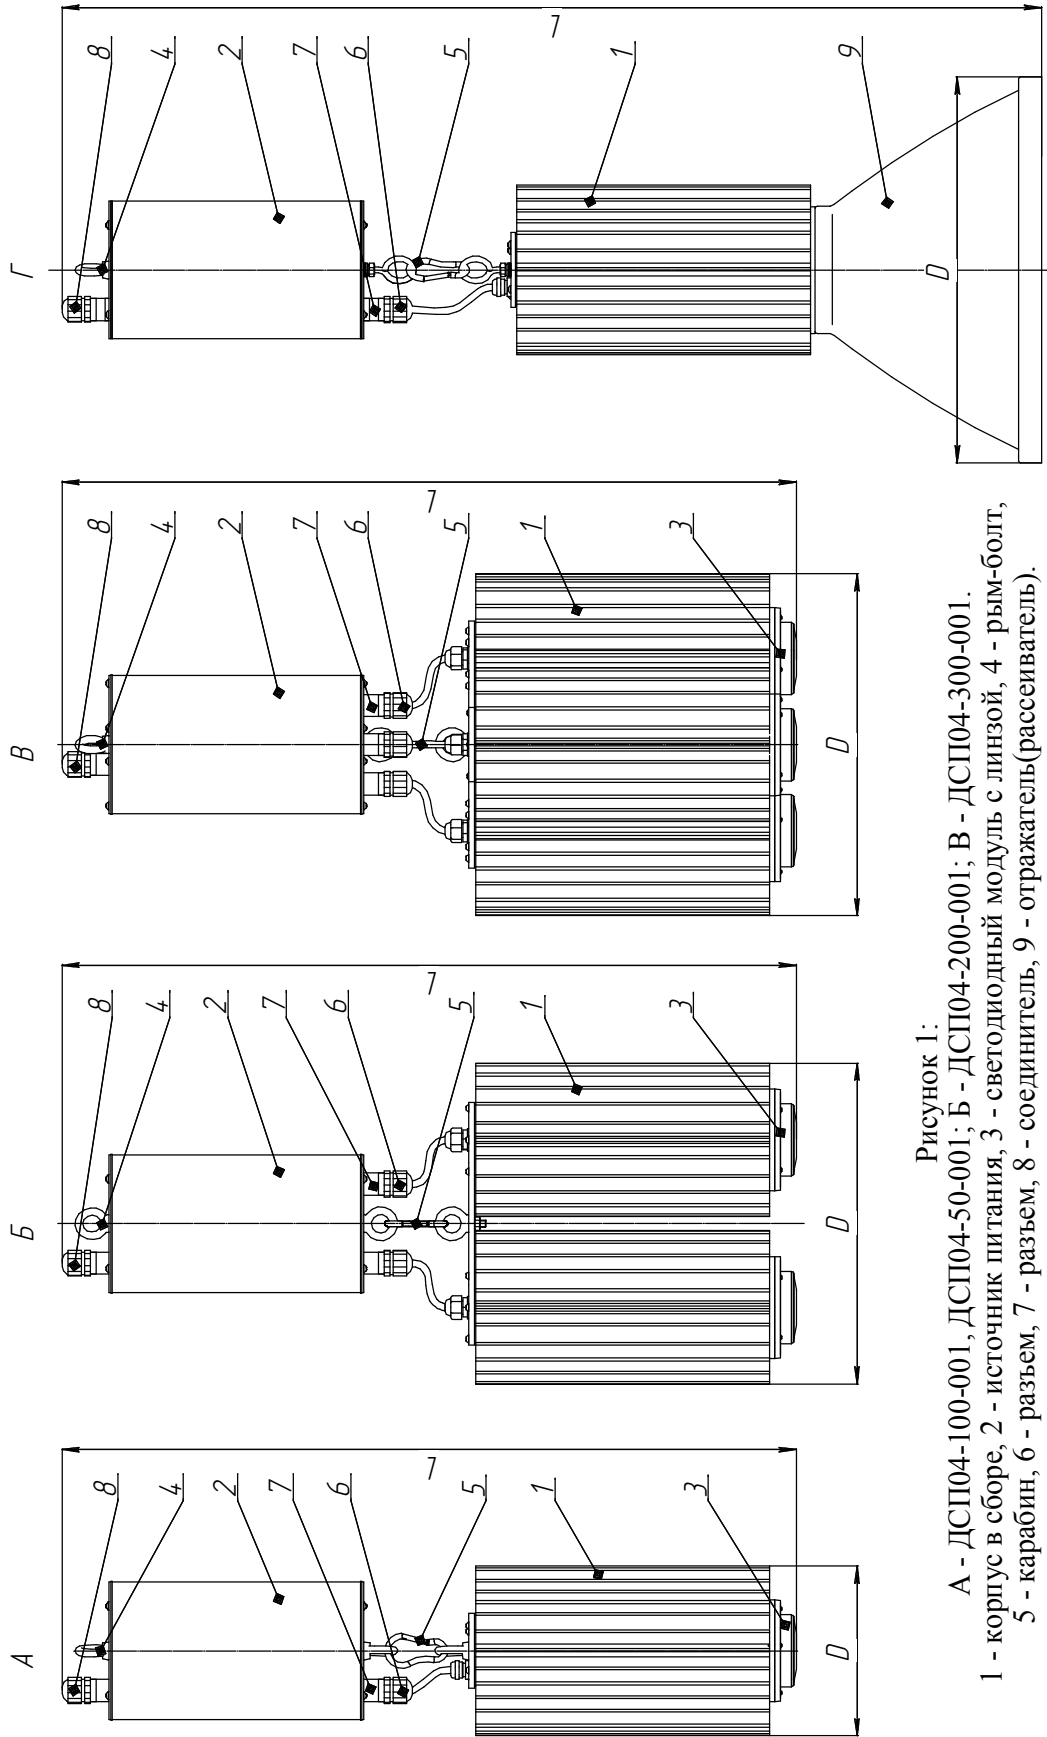

Рисунок 1:
4.2 Светильник ДСП04, в соответствии с рис. 1 приложения А, состоит из корпуса в сборе поз. 1, источника питания поз. 2, светодиодного модуля с линзой поз. 3, отражателя (рассеивателя) 9 (в вариативном исполнении).